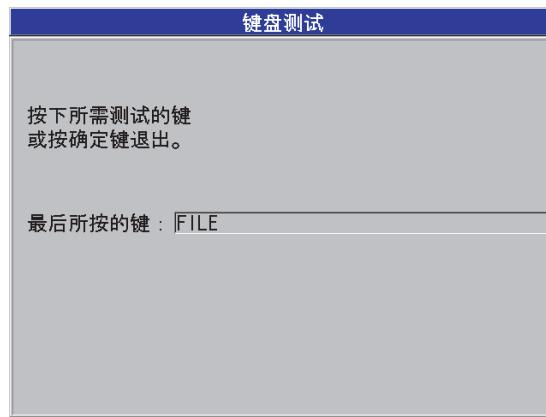

图 15-2 键盘测试屏幕
4. 选择**键盘测试**后，在**键盘测试**屏幕中（参见第 272 页的图 15-2）：